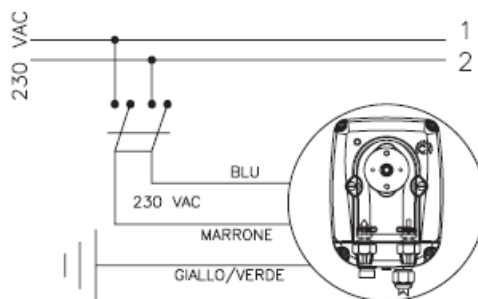

Рис. 4
1. Отключить насос сети или с помощью однополюсного выключателя, обеспечив расстояние между контактами как минимум 3 мм. (Рис.4).
1. Отсоединить штепсельную вилку от сети или отключить насос с помощью однополюсного выключателя с минимальным расстоянием между контактами 3 мм. (Рис.4).
- b. - Следует строго соблюдать действующие в разных странах правила в отношении электрических установок (Рис.4). Если в кабеле питания нет штепсельной вилки, оборудование должно быть подключено к сети питания с помощью однополюсного выключателя с расстоянием между контактами не менее 3 мм. Перед осуществлением доступа к любой из электрических частей следует убедиться, что все цепи питания разомкнуты.